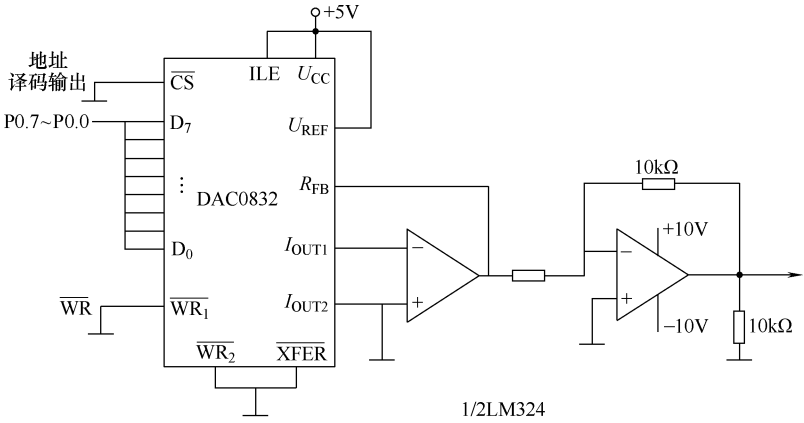

图 8-10 直通方式产生锯齿波电压信号电路图
**【例 8-2】** 直通方式产生锯齿波电压信号。电路如图 8-10 所示。